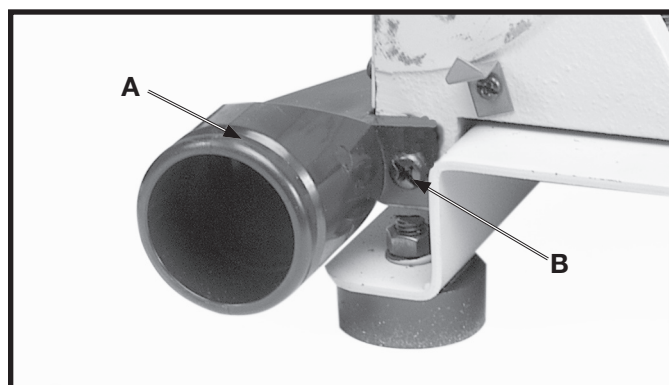

Fig. 12
1. Ensamble el conducto de polvo del disco de lijado (A) a la base de la lijadora de disco mediante el uso del tornillo y la arandela de cierre (B), como lo ilustra la Fig. 12.